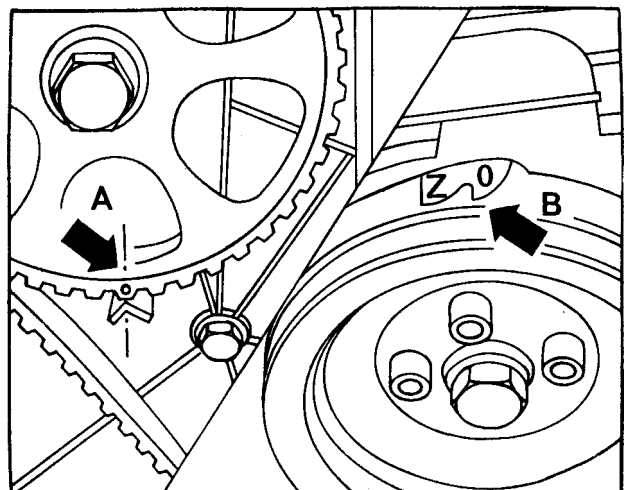

Bild M 10. Markierung für Zahnrieme
- ? Zahnriemenrad der Nockenwelle auf Markierung stellen (Pfeil A im Bild M 10).
- ? Riemenscheibe auf Markierung „0“ stellen (Pfeil B im Bild M 10).